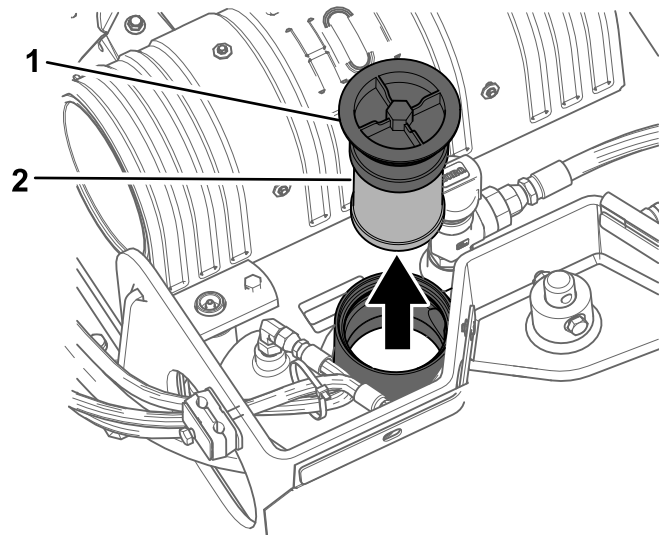

Figura 58
5. Limpie la zona alrededor del cuello de llenado del depósito de aceite hidráulico, y retire el tapón y el filtro del cuello de llenado usando una llave de tubo (Figura 58).
4. Retire y deseche el filtro usado (Figura 58).
5. Instale el filtro hidráulico nuevo y el tapón de llenado (Figura 58) y apriete el perno del tapón a entre 21 y 25 N·m.
5. Retire el tapón de llenado del depósito hidráulico y el filtro (Figura 58).
10. Instale el filtro hidráulico y el tapón de llenado (Figura 58) y apriete el perno del tapón a entre 21 y 25 N·m.